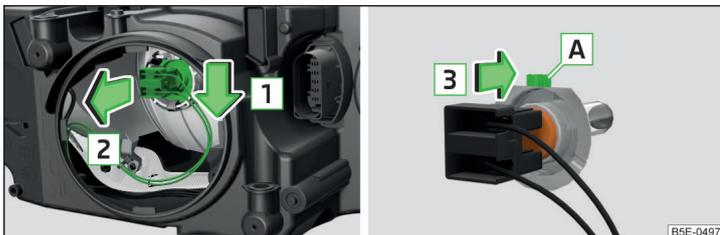

Abb. 331 Glühlampe für Ablendlicht wechseln
- Den Stecker mit der Glühlampe in Pfeilrichtung **1** lösen » Abb. 331.
- Eine neue Glühlampe so einsetzen, dass die Fixiernase **A** an der Glühlampe » Abb. 331 in die Aussparung am Reflektor passt.